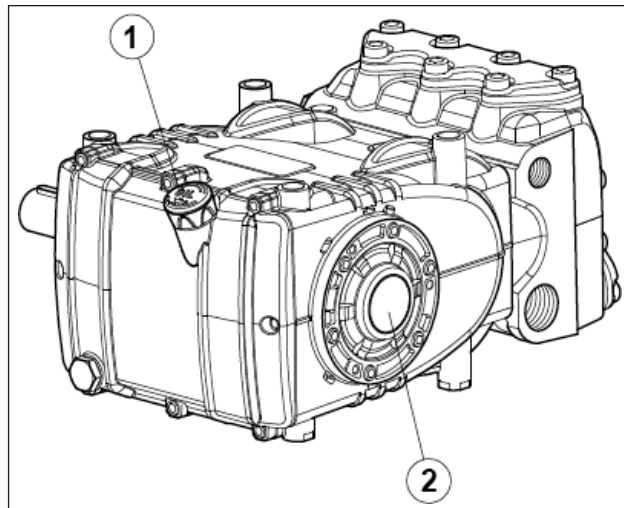

图 14
5. 泵壳中的油处于规定的油位，可通过专用的油位杆(①，图14)进行检查，此外也可用油位指示器(②，图14)进行检查。